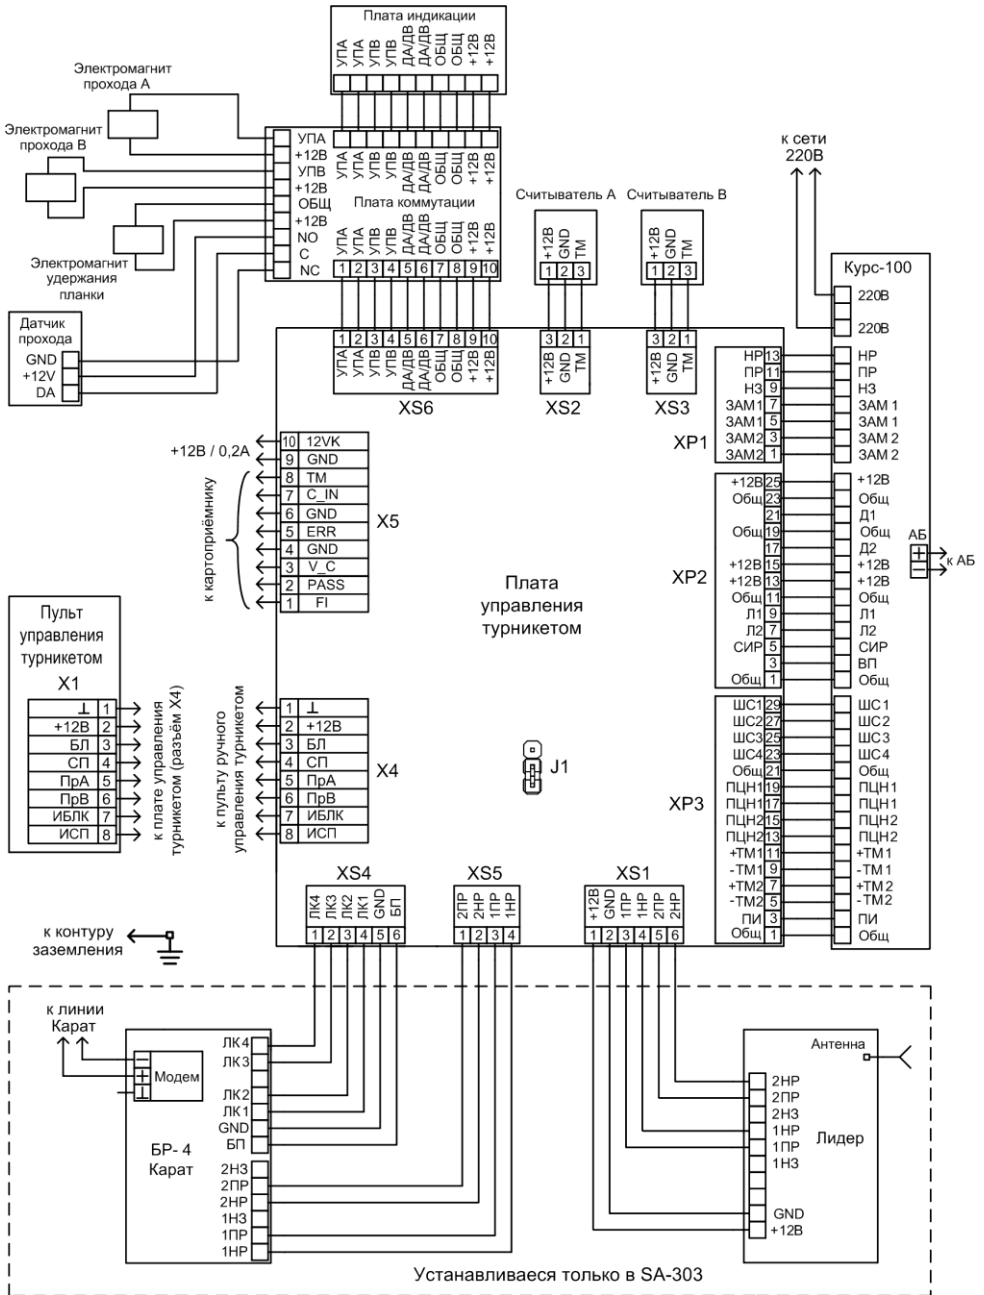

Рис.8 Схема электрическая соединений
- подключите кабель пульта управления к клеммнику Х4 платы управления турникетом и к клеммнику пульта (выкрутите винт – рис.3а, снимите крышку, на крышке пульта расположена плата с клеммником, проденьте кабель в отверстие, подключите кабель согласно схеме подключения – рис.8, зафиксируйте кабель хомутом, соберите пульт);